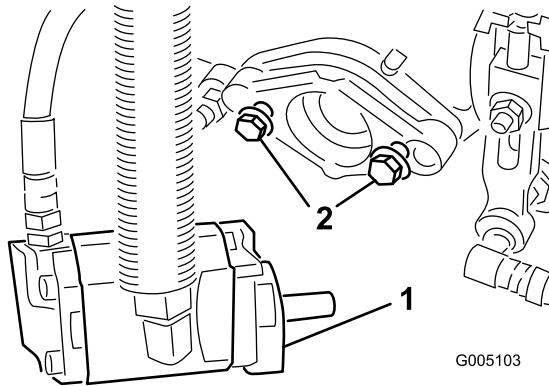

Figura 14
7. Coloque los pernos de montaje del motor de tracción del molinete en cada unidad de corte. Deje expuesta 1/2 pulgada (13 mm) aproximadamente de rosca en cada tornillo de montaje (Figura 14).
11. Apriete los pernos de montaje (Figura 14).